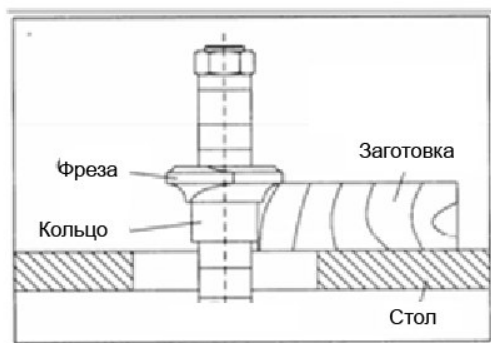

Рисунок 31
1. При использовании копировального кольца под фрезой, как показано на Рис. 31, процесс фрезерования можно контролировать в течение всей операции. Однако, любой случайный подъем заготовки приведет к вырезанию канавки на древесине и разрушению заготовки.